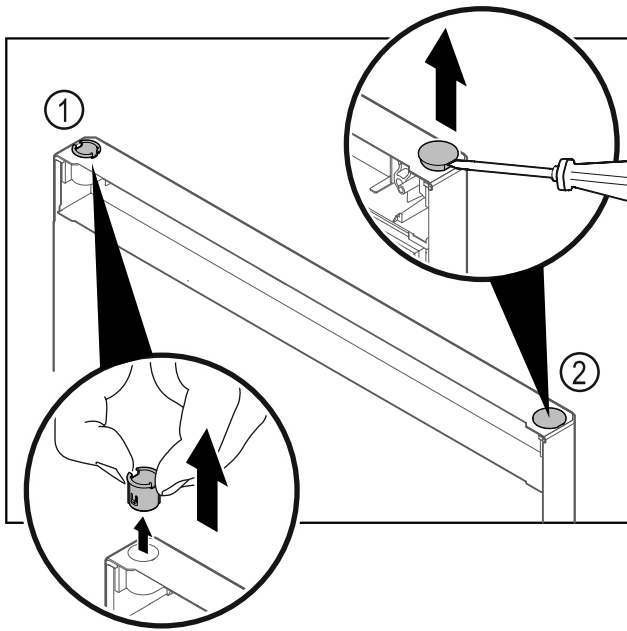

Fig. 29
- ▶ Scharnierbus Fig. 29 (1) met de vingers eruit trekken.
- ▶ Afdekstop Fig. 29 (2) voorzichtig met een sleufschroevendraaier optillen en eruit trekken.